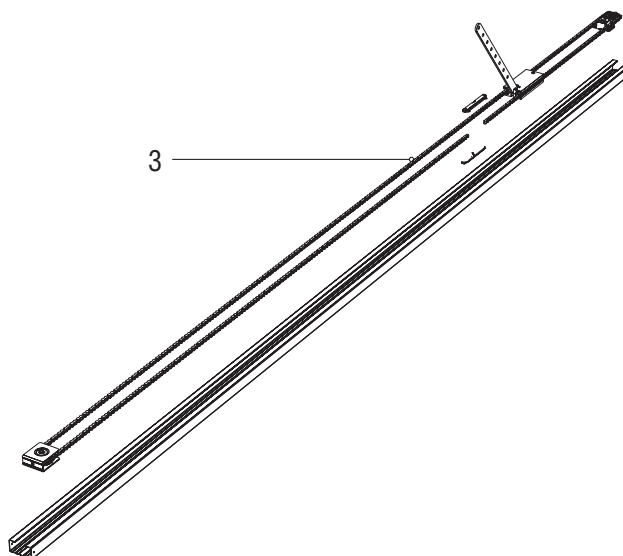

Рисунок 3
4. Достаньте цепь с механизмом каретки поз. 3 (рис. 3).